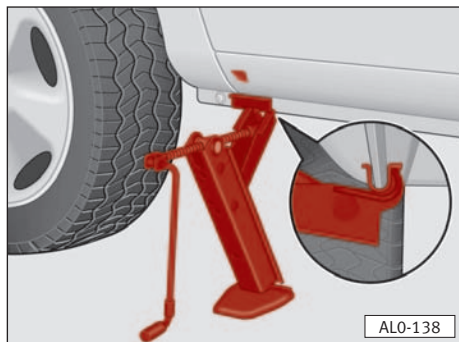

Fig. 178
- La garra del gato deberá abarcar el nervio vertical del larguero inferior, para que no pueda resbalar el gato al levantar el vehículo ⇒ fig. 178.